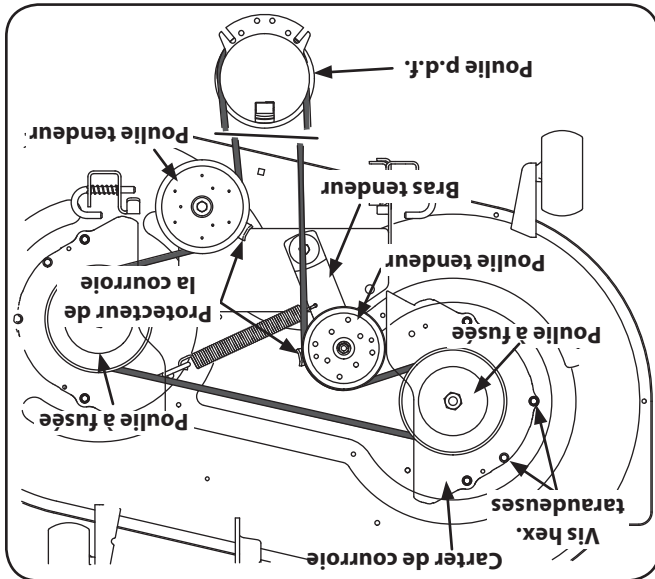

Figure 7-8
2. Enlevez les vis hex. taraudeuses qui maintiennent les carters des courroies en place. Voir la Figure 7-8.